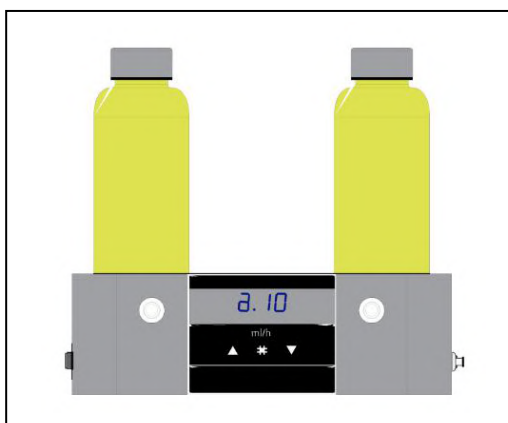

Рисунок 9
2.Нажмите на выключатель слева, чтобы выключить насос А (см. Рис. 9). Повторите тот же процесс для насоса В, нажав на выключатель справа, на панели отобразится ; Подождите, пока масло через силиконовый шланг достигнет отверстия для впрыска масла на паровой трубе.